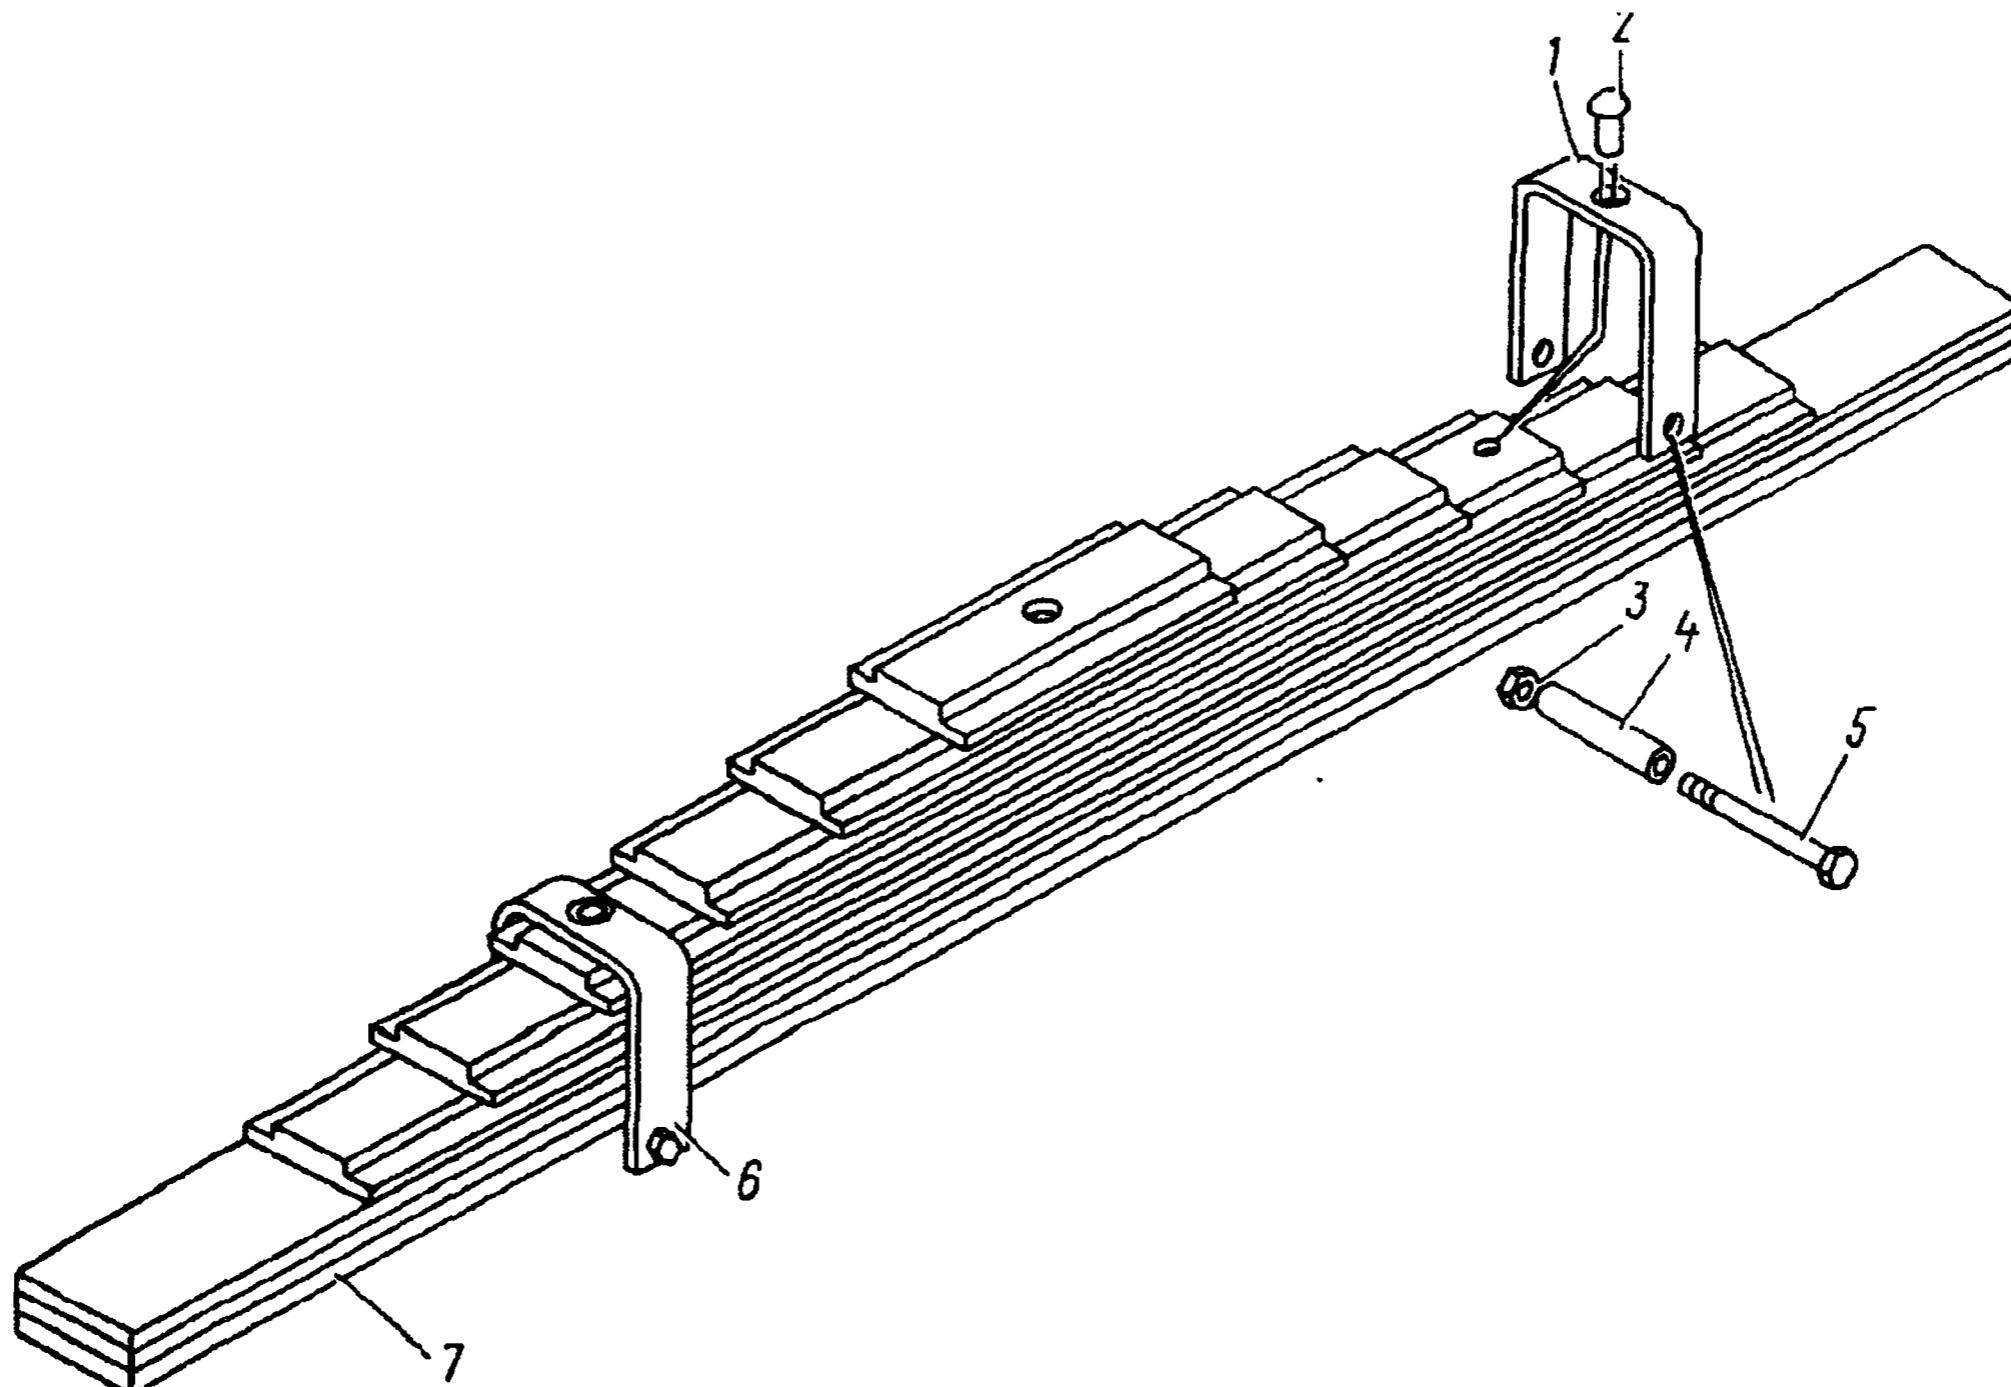

Рис. 236. Рессора задняя:
1. Закрепите рессору в тисках. Отверните гайки 3 (рис. 236) стяжных болтов 5 хомутов 1 и 6 задней рессоры, снимите болты 5 и распорные втулки 4	Тиски, ключ 14 мм (2 шт.)
5. Установите в хомуты 1 и 6 (см. рис. 236) стяжные болты 5, распорные втулки 4 и затяните гайки 3 с моментом 23,5—35,3 Н·м (2,4—3,6 кгс·м)	Ключ 14 мм (2 шт.), сменная головка 14 мм, молоток, бородок или зубило, динамометрическая рукоятка